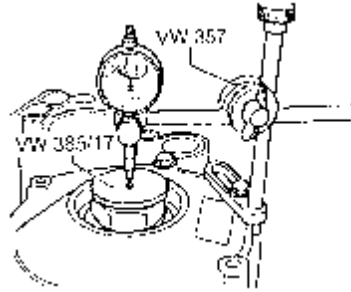

图 7-200 读取调整垫片 S4 的测量值
8) 安装千分表，设置 1mm 预紧量。上下移动传动小齿轮轴，读取千分表上的测量值(例如 0.95mm)，如图 7-200 所示。测量过程中，不要转动传动小齿轮轴，否则会使轴承下